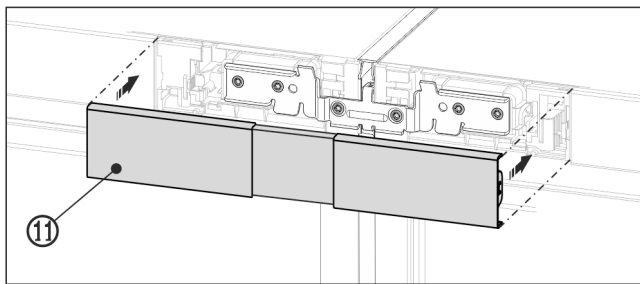

Fig. 21 Beispielhafte Darstellung
- Obere Abdeckung Fig. 21 (11) auf den noch offenen Zwischenraum der beiden Bedienteilblenden aufrasten. Darauf achten, dass die Aussenseiten der Abdeckung bündig mit den Bedienteilblenden abschließen.